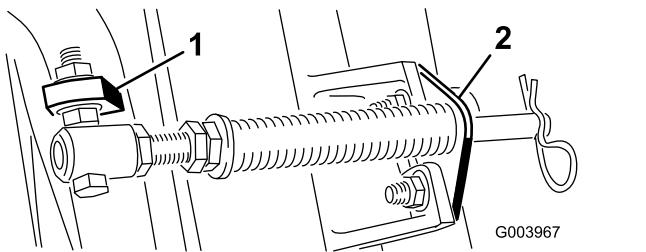
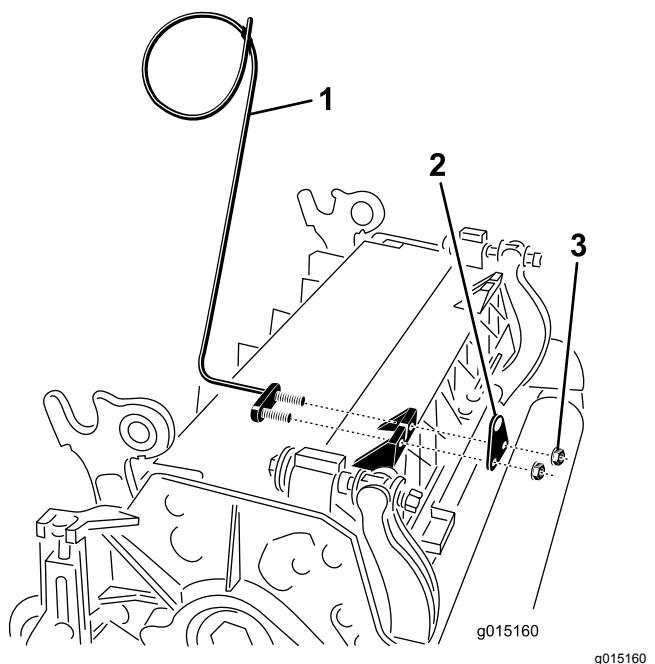

図 11
図 13
注 ボルトは、図11に示すように、頭部が外側にくるように取り付ける。
- E. カッティングユニットのタブにロッドブラケットを取り付け、キャリッジボルト2本とナットで固定する図11。ロッドブラケットの再取り付けを行うときに、カッティングユニットのタブの前に、左ホースガイドを取り付ける図13。